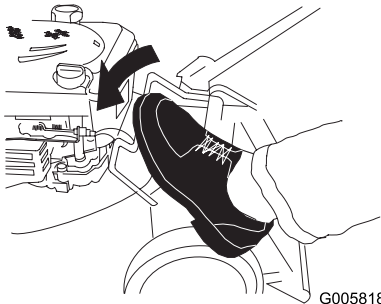

Bild 45
2. Treten Sie auf den Griffösehebel (Bild 45).